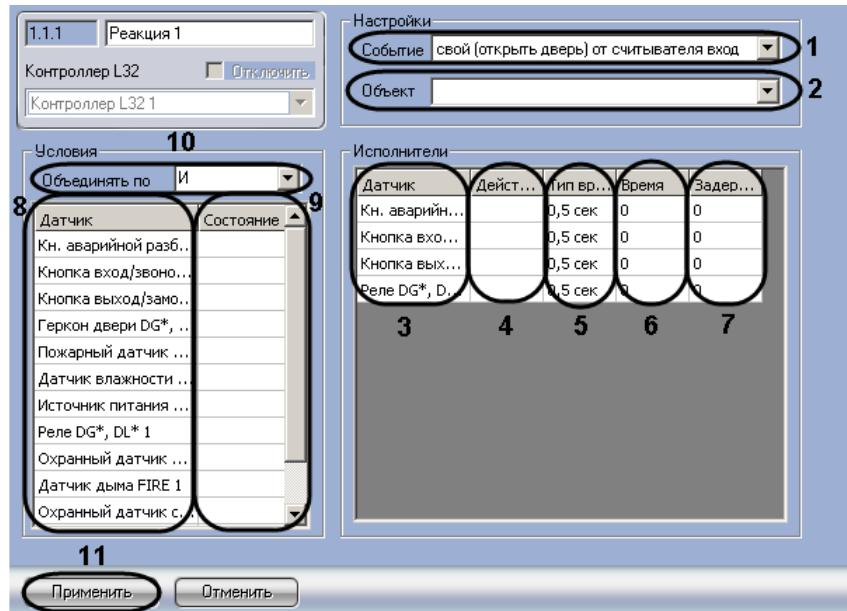

Рис. 3.3—15 Настройка реакции
- Из раскрывающегося списка **Событие** выбрать событие, которое должно произойти для выполнения данной реакции (см. Рис. 3.3—15, 1).
- Из раскрывающегося списка **Объект** выбрать тип объекта, который должен являться источником события (см. Рис. 3.3—15, 2). В случае, если выбрано пустое значение, будет обрабатываться событие заданного типа, пришедшее от любого объекта.